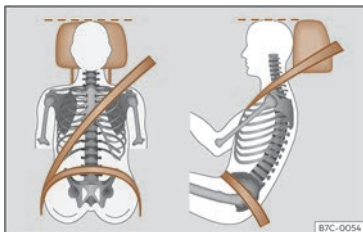

Fig. 32 Bandas do cinto e reposacabezas axustados correctamente.
- Axuste o reposacabezas de xeito que o bordo superior quede, na medida do posible, á altura da parte superior da cabeza, en ningún caso por debaixo dos ollos¹⁾. Manteña a caluga o máis preto posible do reposacabezas >>> **fig. 32**.
- Axuste o asento lonxitudinalmente para que poida pisar completamente os pedais cos xeonllos lixeiramente dobrados e quede unha distancia entre a zona dos xeonllos e o taboleiro de instrumentos polo menos de 10 cm (4 polgadas) >>> **fig. 32**.